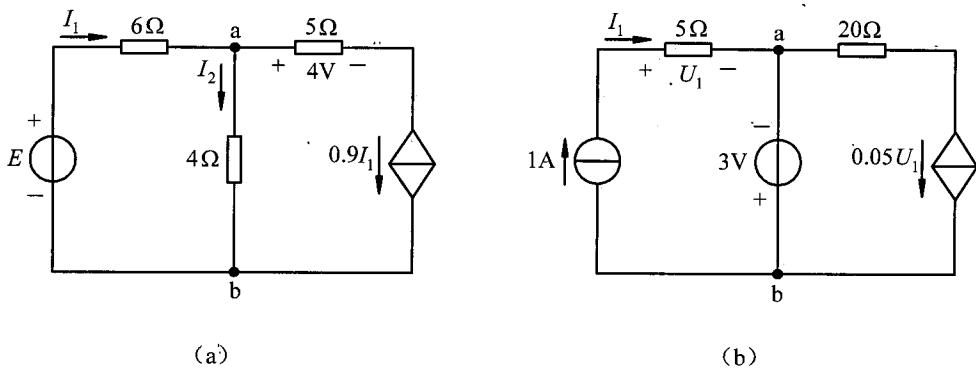

图 1.8
**【例 1.6★】** 试求图 1.8 所示两电路中的电压  $U_{ab}$  和电流  $I_1$ 。
**答** (1) 在图 1.8 (a) 所示电路中，
(2) 在图 1.8 (b) 所示电路中，